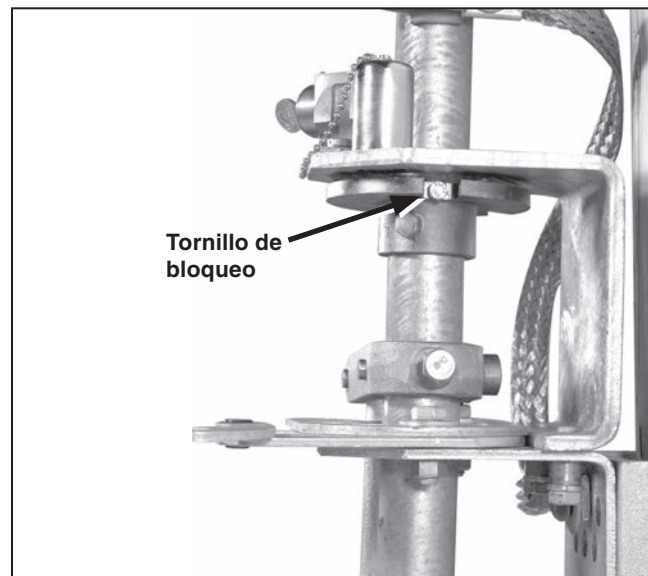

Figura 27. Ranura de bloqueo en el disco de interbloqueo.
PASO 24. Tape una de las dos ranuras del disco de bloqueo con el tornillo obturador proporcionado. (La ranura que se debe tapar dependerá de si se requiere una disposición de bloqueo abierto o de bloqueo cerrado). Vea la Figura 27.